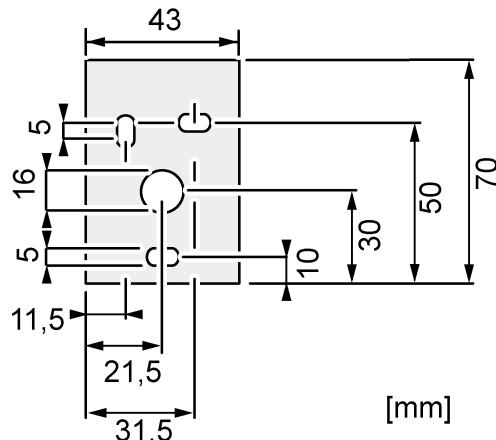

Bild 5: Maßzeichnung Bohrlöcher und Leitungsdurchlass
- Den Montagewinkel mit geeigneten Schrauben durch die ausgestanzten Bohrlöcher (Bild 5) an der Wand befestigen.